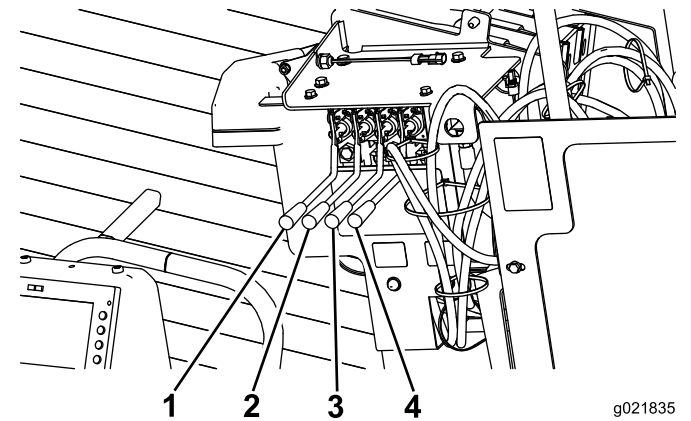

Figura 75
11. Pressione as duas alavancas da estaca de ancoramento direita para abaixar e girar o trado da estaca até seu completo assentamento (Figura 75).